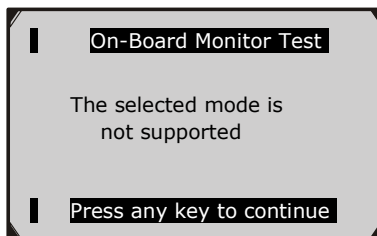

Рисунок 6.28
- Если проверяемый автомобиль не поддерживает этот режим, на экране появится информационное сообщение. (Рисунок 6.28)